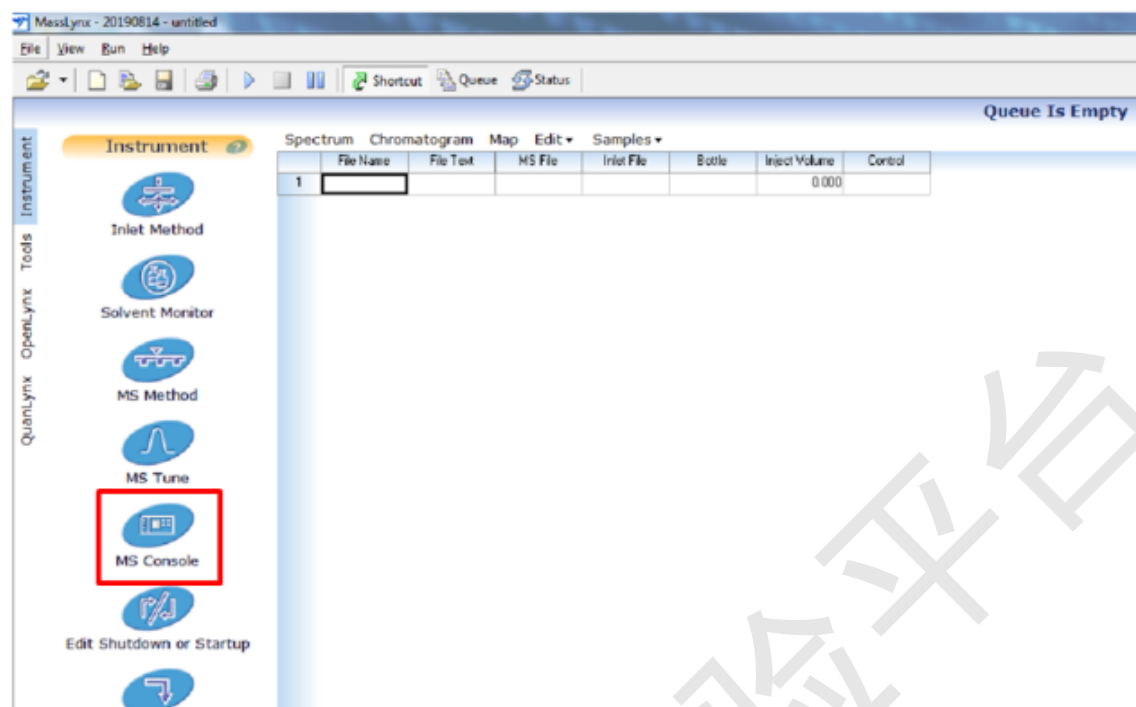
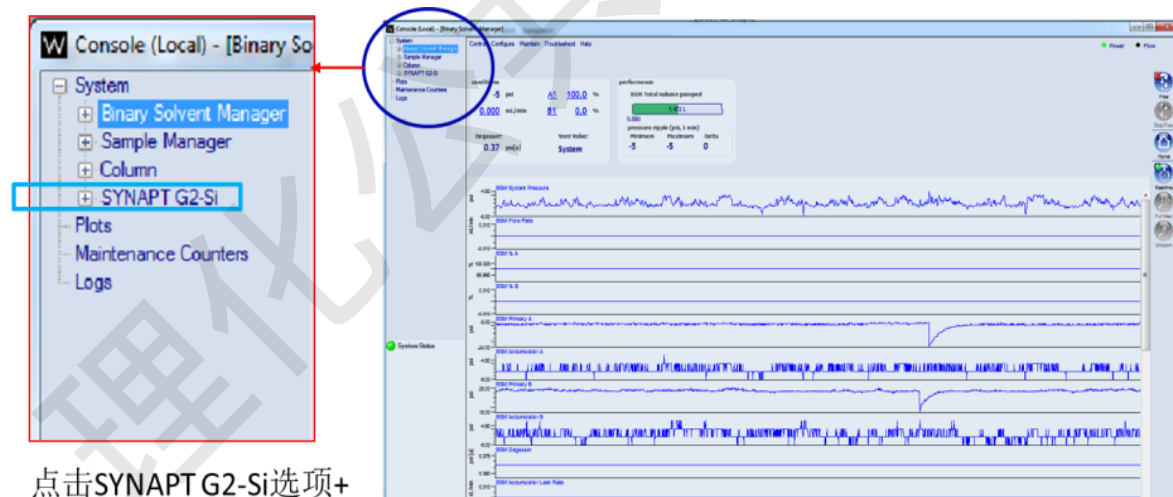

图 2.6 Masslynx 主操作界面 MS tune 选项
图 2.7 MS console 操作界面
Step2: 返回 Masslynx 操作主界面, 选择 MS Console 图标(图 2.6), 进入 MS Console 操作界面(图 2.7)。
Step3: 建立 Create calibration 质量轴调谐文件并运行。如图 2.7, 在 MS Console 界面, 点击 SYNAPT G2-Si 选项前加号+, 显示 2.8(a)界面。